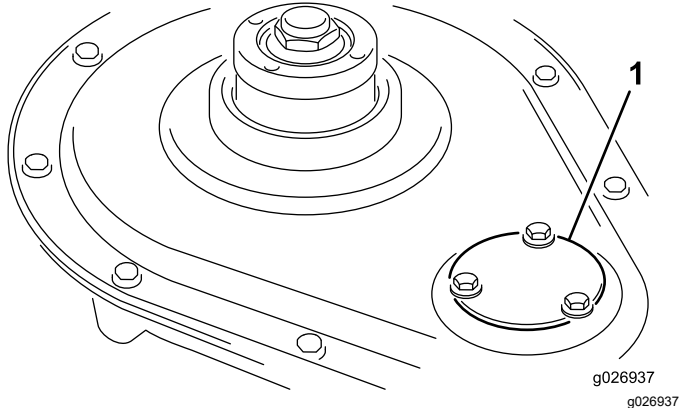

Figure 17
3. Déposez le couvercle du pignon du cylindre (Figure 17).